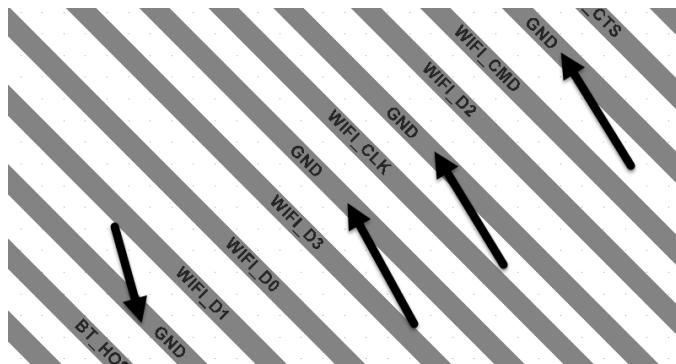

图 15-46 SDIO 走线处理
(7) SDIO 走线作为数据传输走线，要尽可能平行，并进行整组包地处理。如果有空间的话，CLK 建议单独包地。要避免靠近电源或高速信号布线。同时，信号组内任意两条信号线的长度误差控制在 400mil 以内，尽量等长，否则会导致 SDIO3.0 高速模式下频率不高。SDIO 走线处理如图 15-46 所示。